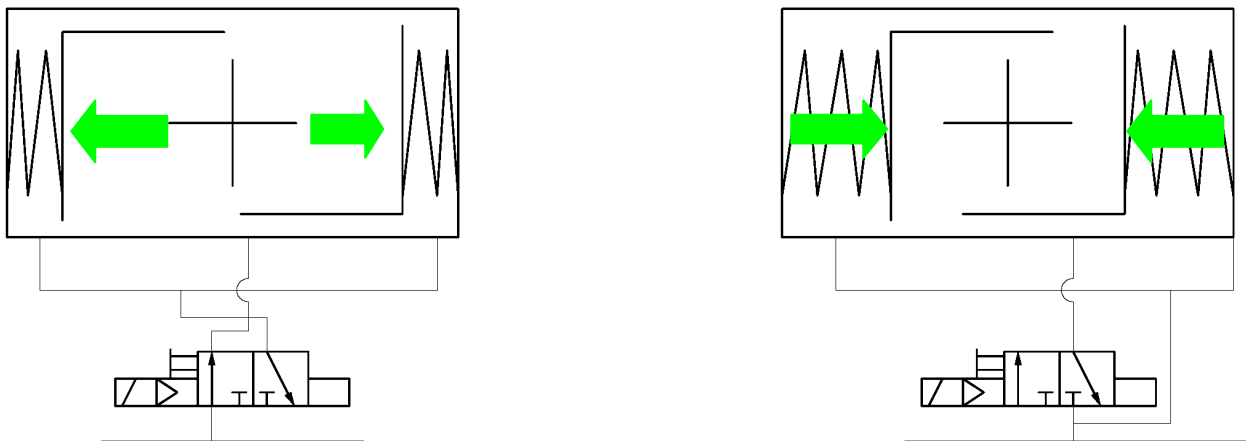

Bild 2 :Schaltbilder für einfach wirkende Antriebe EB DA
- ▶ einfach wirkende Antriebe mit Federrückstellung EBx SR (F) in Bild 2 dargestellt. Zusätzliche Angaben siehe Anleitung des Magnetventils.
<p>Bei der Standardausführung des Antriebs muss die Zufuhr der Steuerluft über den Anschluss links eine Betätigung gegen Uhrzeigersinn bewirken, Zufuhr über den Anschluss rechts im Uhrzeigersinn. Federrückstellende Antriebe sind nur über Anschluss rechts zu versorgen, siehe Bild 2</p>